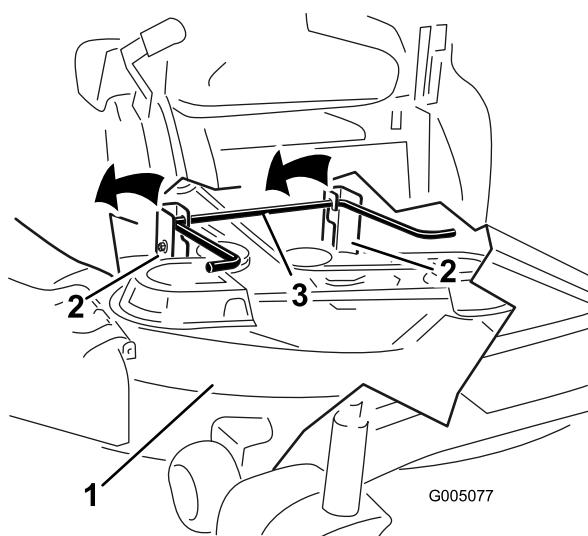

Figura 68
- Levante a parte de trás da plataforma de corte e oriente os suportes de suspensão por cima da haste de elevação traseira (Figura 68).